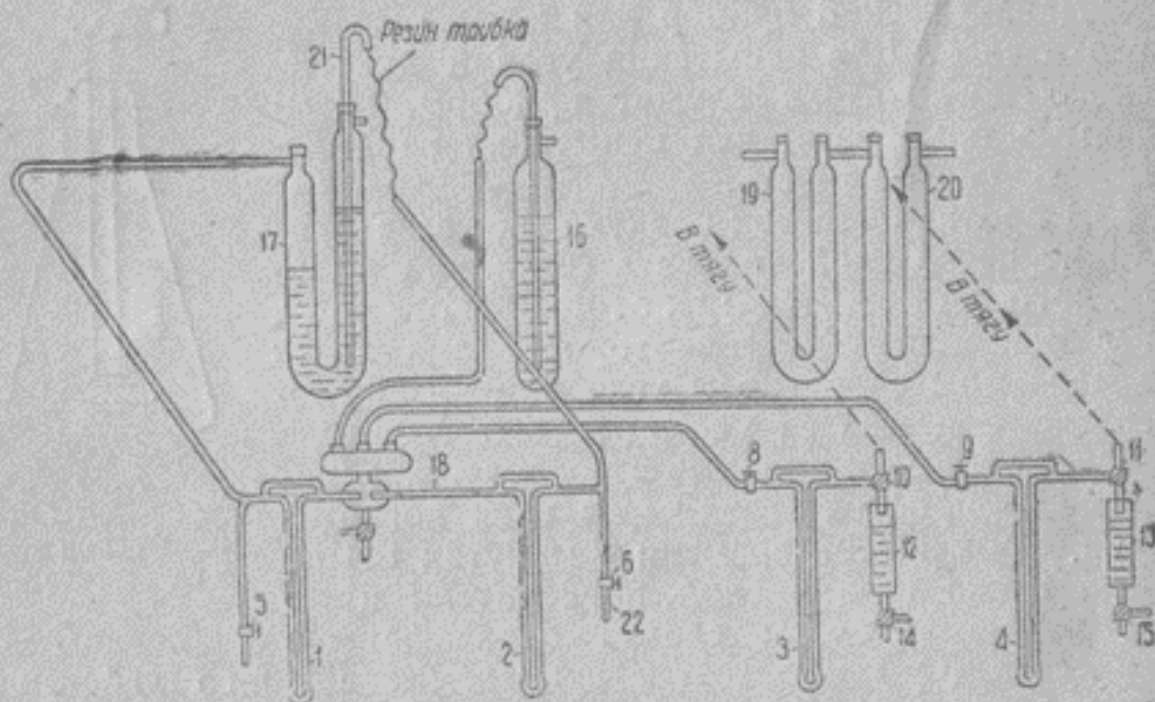
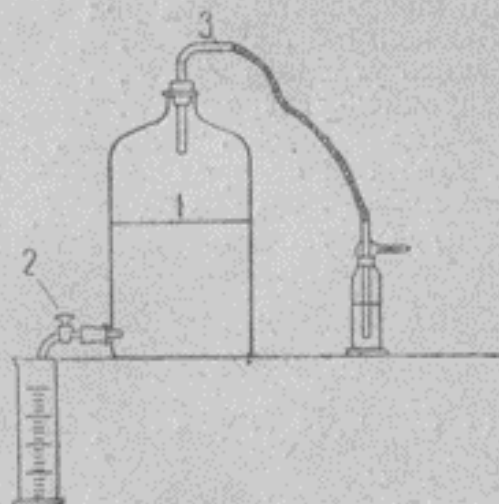

Рис. 14. Схема двухтрубчатого динамического прибора.
Рис. 18. Схема установки для определения концентрации газов.
Для этого испытания наиболее удобен двухтрубчатый динамический прибор, схема которого изображена на рис. 14. Поглотитель испытывается в стеклянных трубках, представляющих как бы подобие противогaza. В результате таких динамических опытов можно определить качество поглотителя и длительность работы противогaza, снаряженного таким поглотителем.
Для проведения опыта «гусек» необходимо поместить в сосуд с водой какой-либо определенной температуры (чтобы получить постоянство испарения). Кран на смесителе держат открытым, соединив конец его с стеклянной трубкой, погруженной в банку с углем. Воздух в динамический прибор (рис. 14) пускают через кран 6. Трубку 21 в регуляторе давления поднимают до самого верха или же зажимают каучуковым зажимом. Пуская воздух, устанавливают в реометре 2 какую-либо разность уровней, причем краны на «гуське» должны быть открыты. Пропускают воздух в течение полчаса. Затем «гусек» снимают, осторожно обтирают фильтровальной бумагой, дают постоять минут 5—10 и опять взвешивают.
При калибровке «гуська» пускать в ход воздушный реометр 1 (рис. 14) не обязательно.
**Работа с газами.** При работе с газами «гусек» вынимается из прибора. Концы реометра и смесителя соединяются куском стеклянной трубки. Прибор с газом, баллон, аппарат Киппа и т. п. присоединяются к трубке 22 (рис. 14). Капилляр газового реометра приходится подбирать, основываясь на величине концентрации. Для этого установив необходимую разность уровней на воздушном реометре, берут наибольшую разность уровней на газовом реометре и определяют аналитически получаемую концентрацию. Если полученная концентрация велика, берут наименьшую разность уровней на газовом реометре в пределах не ниже  $50 \text{ мм}$  и опять определяют концентрацию. Если концентрация получилась менее, чем надо, нужную концентрацию надо искать где-либо посередине. Если и на наименьшей разности уровней концентрация велика, берут другой капилляр.
склянку Дрекселя одним концом к крану смесителя 7 (рис. 14), другой конец ее (рис. 18) соединяют с трубкой 3 большого сосуда 1 емкостью в 3—5 л, наполненного водой. Вода из сосуда может быть выпущена в мерный сосуд через кран 2. Присоединив склянку Дрекселя и сосуд к работающему динамическому прибору, как указано, открывают как кран на смесителе (рис. 14), так и кран 2 на сосуде (рис. 18) и дают воде возможность медленно вытекать из сосуда.